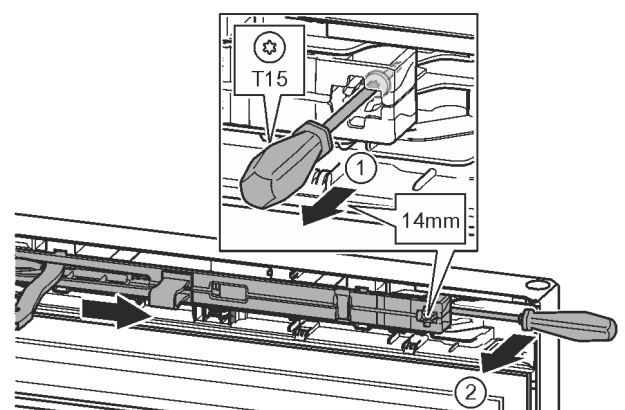

Fig. 15
- ▶ Vijake na enoti blažilnikov za zapiranje vrat odvijte z izvijačem T15 za pribl. 14 mm. Fig. 15 (1)
- ▶ Na strani ročaja izvijač zatakните za enoto blažilnikov za zapiranje vrat in obrnite naprej. Fig. 15 (2)
- ▶ Izvalcite enoto blažilcev za zapiranje vrat. Fig. 15 (3)